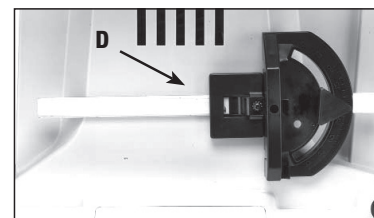

Fig. 23
3. La Fig. 23 muestra la guía de inglete (D) insertado en el sujetador.